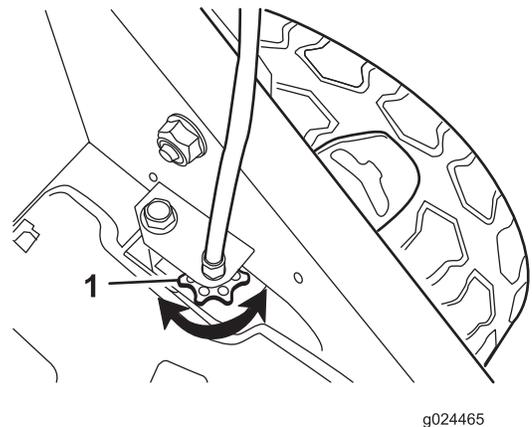

Figure 21
- Si les roues ne tournent pas quand vous engagez la barre de commande d'autopropulsion, la courroie de déplacement n'est pas assez tendue. Tournez une fois la molette de commande des roues (Figure 21) dans le sens horaire et répétez les opérations 3 à 5.
de déplacement est trop tendue. Tournez une fois la molette de commande des roues (Figure 21) dans le sens antihoraire et répétez les opérations 3 à 5.